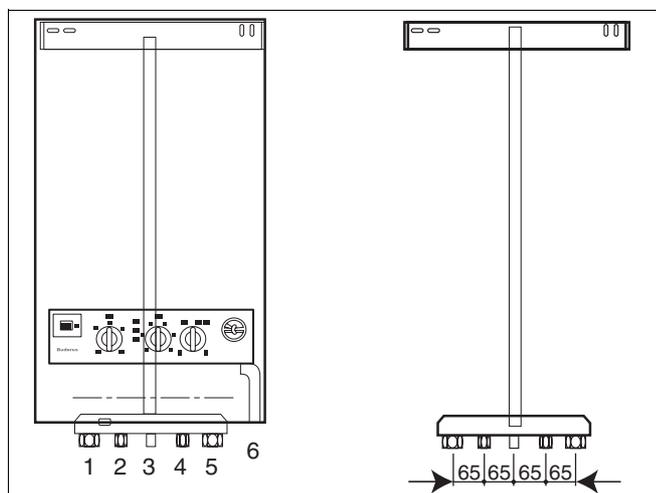

Fig. 16 Montaggio
- Appendere la caldaia istantanea al sostegno a muro (fig. 16).
Legenda alla fig. 16